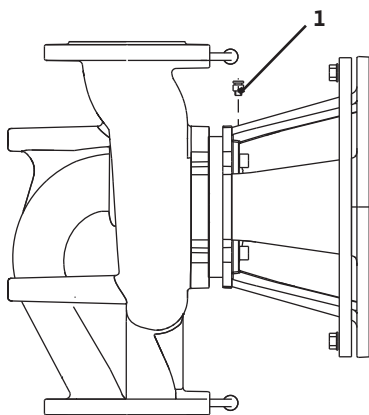

Fig. 36: Válvula de ventilación
- Purgar las bombas soltando las válvulas de ventilación (Fig. 36, pos. 1). La marcha en seco daña el cierre mecánico de la bomba. El sensor de presión diferencial no se debe purgar (peligro de daños).